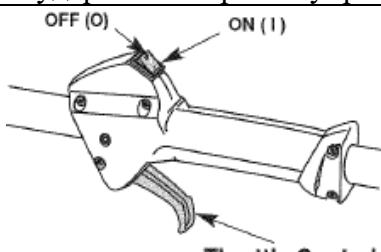

Рис. 6
- ПРИМЕЧАНИЕ:** нет необходимости включать устройство; переключатель управления запуском/отключением двигателя все время находится в положении ON (I) (Рис. 6).
2. Переместите и удерживайте переключатель управления запуском/остановкой двигателя в положении OFF (O), пока устройство полностью не остановится (Рис. 6).